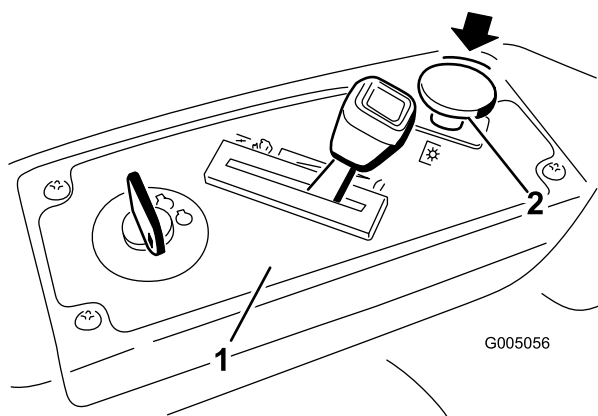

Figura 8
2. Desengrane las cuchillas moviendo el mando de control de las cuchillas a Desengranado (Figura 8).